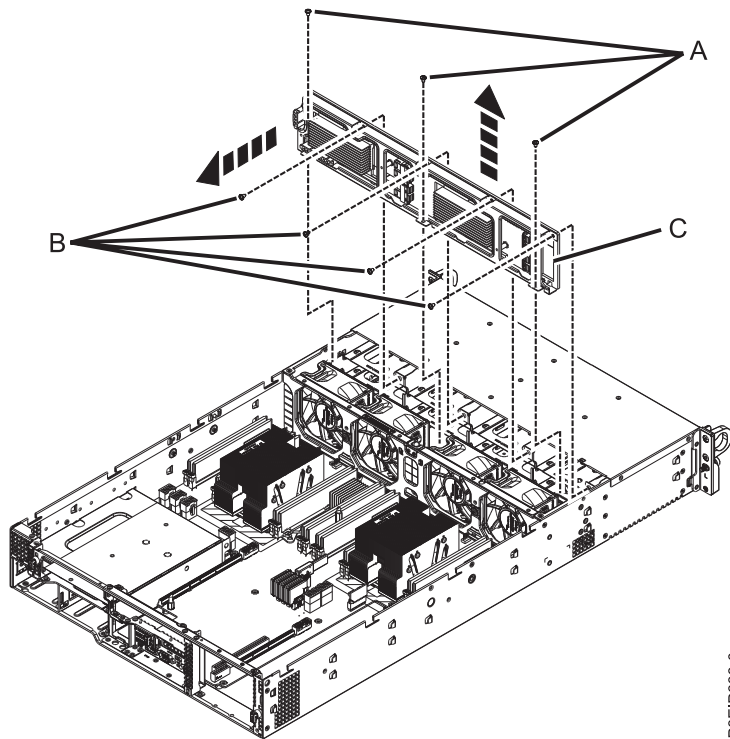

Figure 12. Retrait du fond de panier d'unité de disque et des vis
5. Etiquetez et retirez les sept vis (**A**, **B**) et le fond de panier d'unité de disque (**C**), comme indiqué dans la figure 12.
- c. Otez le fond de panier d'unité de disque du châssis en le maintenant à la verticale, comme indiqué dans la figure 12.